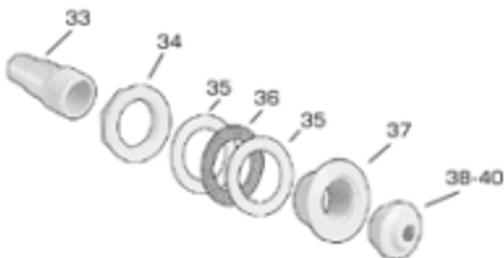

Abb. 18 Einlass (Einströmdüse)
- Zerlegen Sie die Einströmdüse, das ist jene mit der Kugelverschraubung (**Abb. 18**).